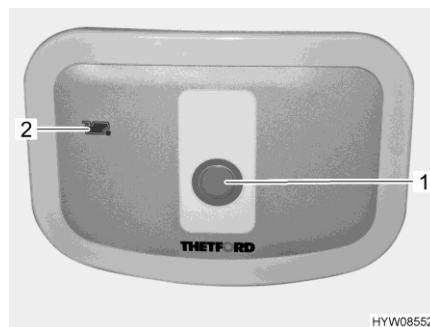

Fig. 109 Botón del inodoro/luz de control (inodoro Thetford)
- Para lavar, pulsar el botón del inodoro azul (Fig. 109,1).
La luz de control (Fig. 109,2) se enciende cuando es necesario vaciar el depósito de aguas fecales.